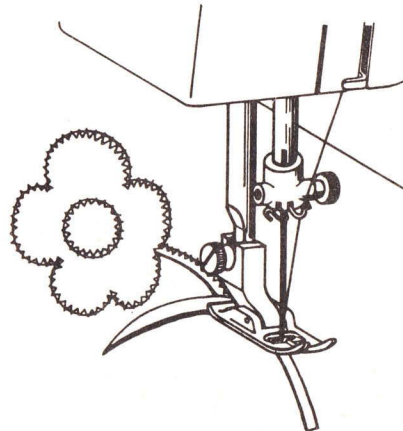

Abb. 51
37. Applikationen (Abb. 51)
- Fertig ausgeschnittene Applikation mit Zickzack-Stich aufnähen (Abb. 51). Zweckmäßig ist eine kleine Stichlänge.